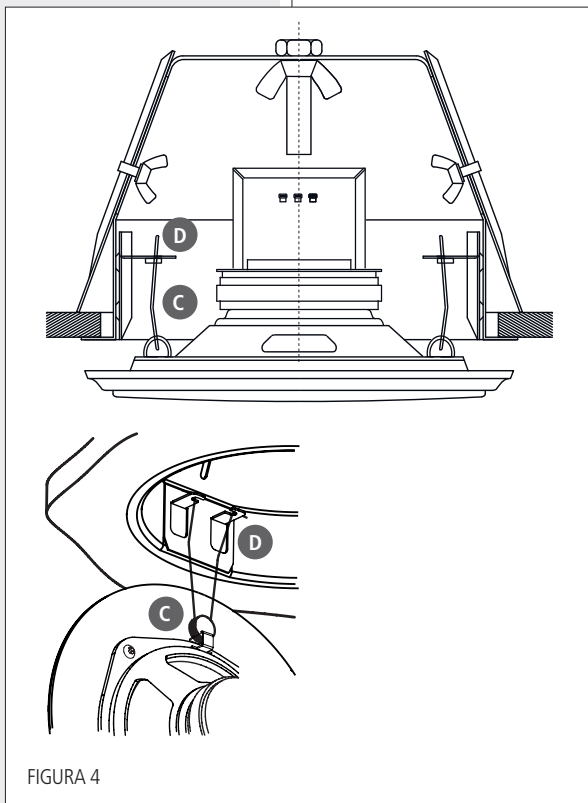

FIGURA 4
5. Appendere il diffusore al fondello, incastrandone le estremità di una delle due molle di sostegno **C** del diffusore in uno dei ganci **D** del fondello (come mostrato in figura 4).